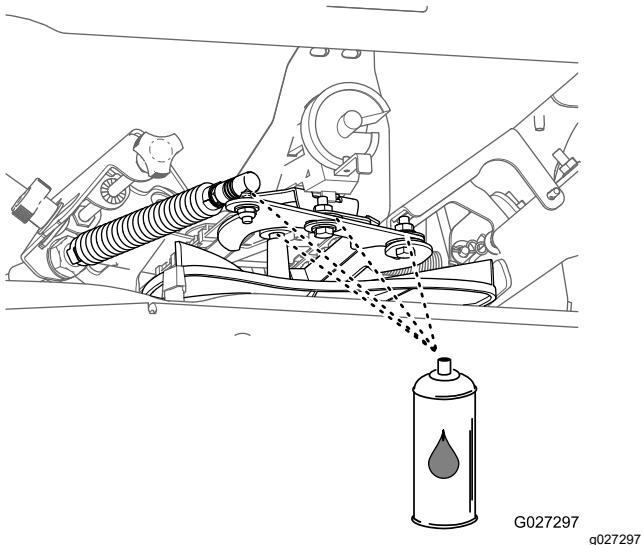

Figura 51
9. Aplique un lubricante hidrófugo a los componentes según se muestra en Figura 51.